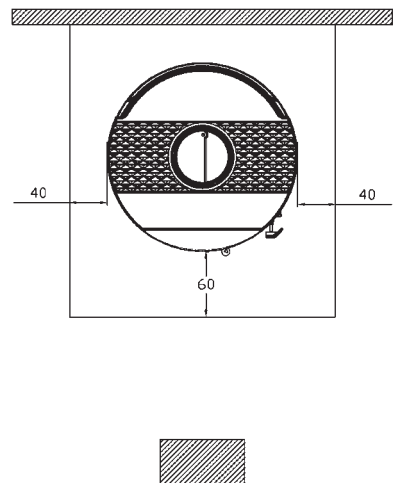

Bild 4B
c) falls das Produkt auf einer entflammaren Fläche installiert wird, muss eine nichtentflammare Fläche dazwischengeschoben werden, z.B. eine Fläche aus Stahl. Solch eine Fläche muss auf der vorderen Seite mindestens 60cm vorragen und seitlich zusätzliche 40cm, den zusätzlichen Raum zur Öffnung der vorderen Tür in Betracht ziehend (Bild 4B).